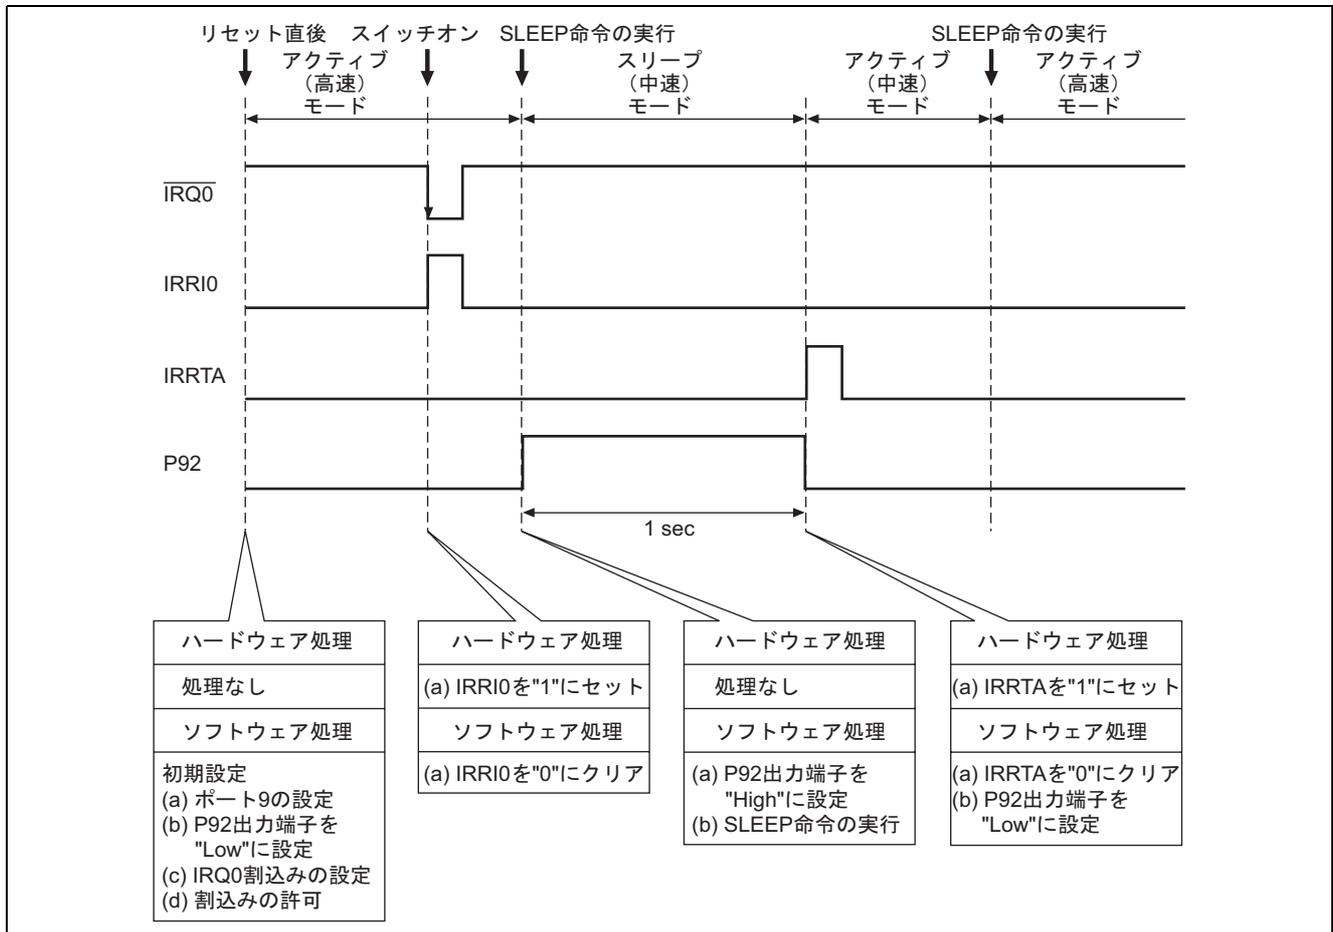

図3 スリープ(中速)モードへの遷移の動作説明
(1) 図3に動作説明を示します。図3に示すようなハードウェア処理, およびソフトウェア処理によりスリープ(中速)モードへの遷移を行ないます。